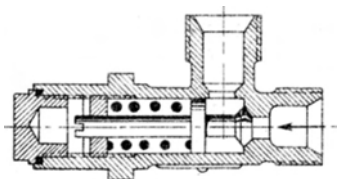

Abb. 5 Überdruckventil 8 in Druckleitung / und // (75 atü)
Gegen zu hohen Druck sind beide Druckölleitungen / und // mit je einem auf 75 atü eingestellten Überdruckventil (Abb. 5) abgesichert, die in einer Abzweigleitung zwischen Leitung / und // und der Rücklaufleitung R zwischengeschaltet sind (siehe auch (8), Abb. 4).